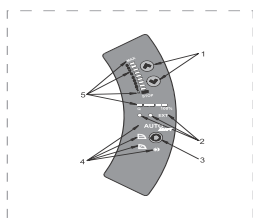

Fig. 11 Panneau de commande
Le panneau de commande, fig. 11, intègre :
Les symboles lumineux en pos. 4, voir fig. 11, indiquent les réglages du circulateur :